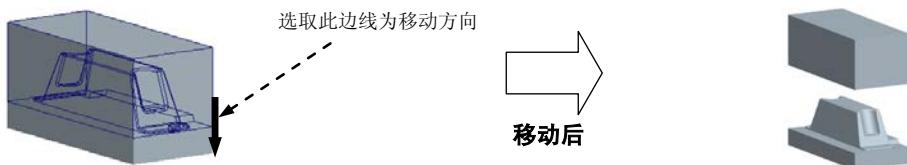

图 12.25 移动上模
Step2. 开模步骤 1：移动上模。选取图 12.25 所示的边线为移动方向，然后在系统的提示下，输入要移动的距离值-100，按 Enter 键，选择 **Done 完成** 命令，完成上模的开模动作。